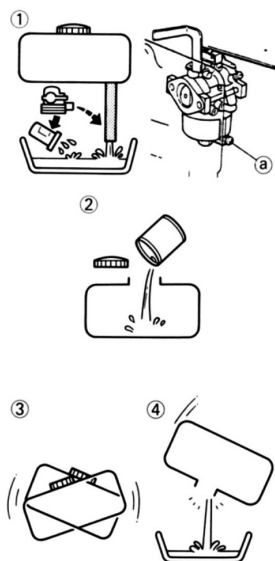

Рисунок 23
2. Слейте бензин из бензобака (1), топливной системы и карбюратора.
3. Запейте стакан чистого моторного масла в бак (2), встряхните бак (3) и слейте избыток масла (4) – (рис. 23).